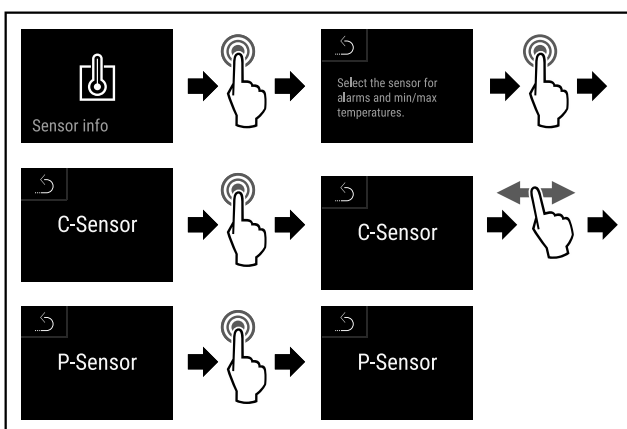

Fig. 167
- ▶ Seguir los pasos de procedimiento (consulte Fig. 167) .